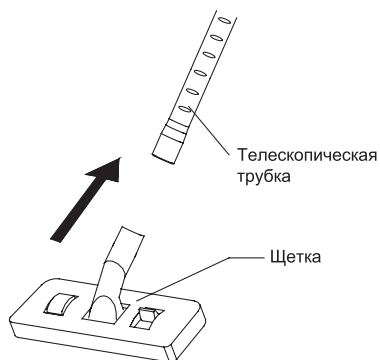

Рис. 6
3. Установите необходимую насадку или щетку для уборки на конечную часть телескопической трубки (Рис. 6).